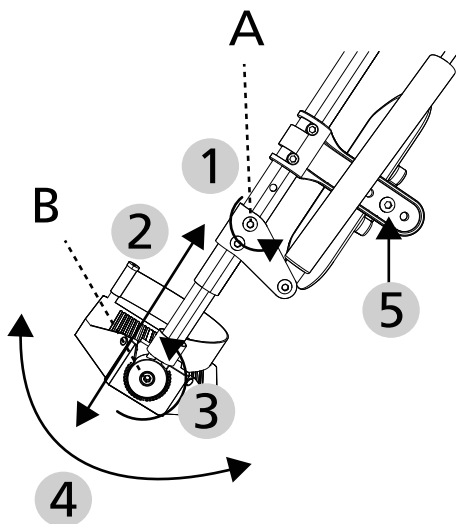

fig.55
Lægpudden skal monteres før første brug. Brug her den medfølgende 5 mm unbrakoskrue og møtrik, og monter det i tredje positionshul ved lægpudeholderen (se 5, fig. 55, side 44).
1. For at justere længden løsnes unbrakoskruen 4 mm (A, fig. 55) med få omdrejninger (1, fig. 55). Løsn den ikke fuldstændig.
2. Træk / skub herefter fodpladen ud i den ønskede længde (2, fig. 55). Sørg for, at der er en minimumafstand på 40 mm mellem fodpladen og jorden. Skalaen på røret viser dig den minimale og maksimale udtrækningslængde.
3. Stram skruen (A, fig. 55) for at låse den. Sørg for, at skruen her griber ind i den indvendige holder.
1. Løsn unbrakoskruen 5 mm (B & 3, fig. 55).
3. Sæt igen fodpladen i den ønskede længde (4, fig. 55).